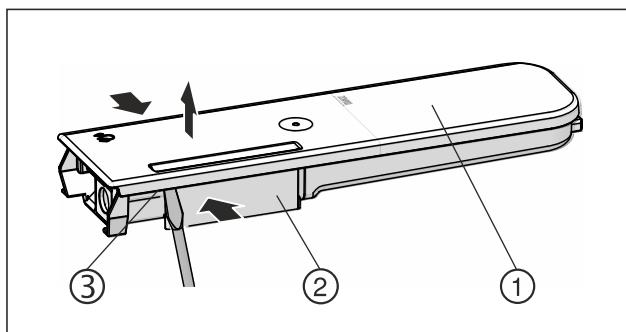

Fig. 146
- Притисніть бак для води Fig. 146 (2), обережно підчепіть і потягніть угору кришку Fig. 146 (1) за допомогою фіксувальних язичків Fig. 146 (3).
- Обережно порухайте кришку Fig. 146 (1) вперед-назад і зніміть її вгору.